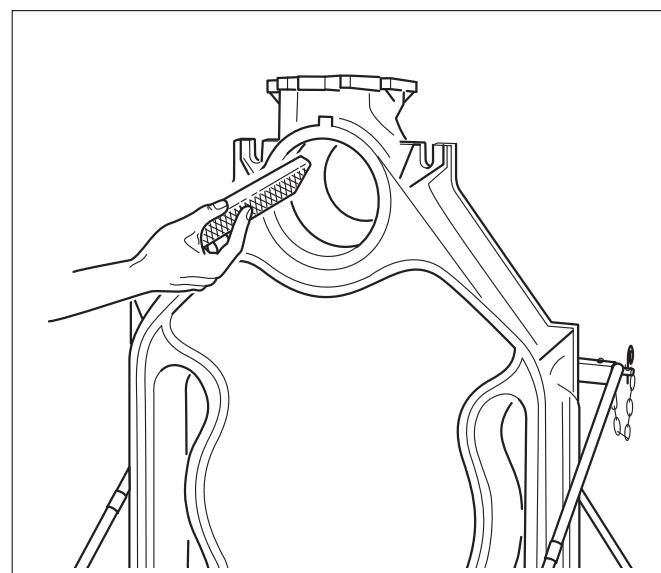

Рис. 12 Удаление заусенцев
- ▶ Зачистите напильником заусенцы, если они есть на ступицах (рис. 12).
- Зачистите напильником заусенцы, если они есть на ступицах (см. рис. 12, стр. 18).